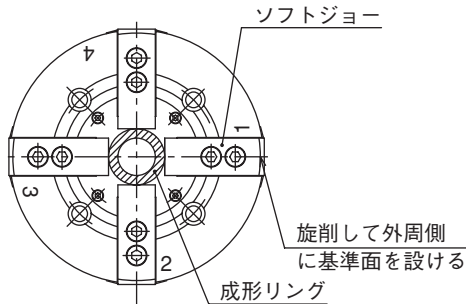

図 12-1
- ① 図12-1のようにジョーストロークの中央で成形リングを把握し、ソフトジョーの外周を旋削して基準面を設けてください。